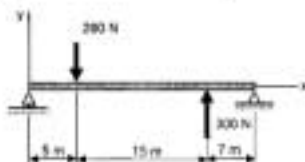

Figura 2.
**PROBLEMA 2.-** Obtener los diagramas de esfuerzo cortante y momento flector para la viga simplemente apoyada de la Figura 2.